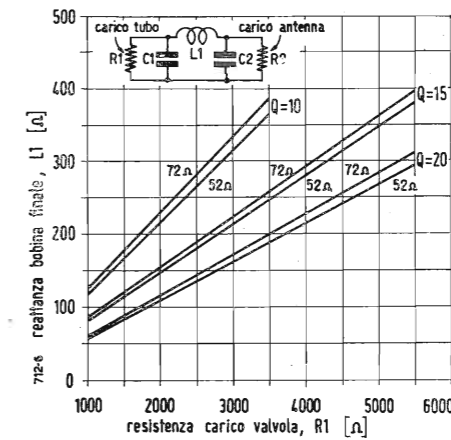
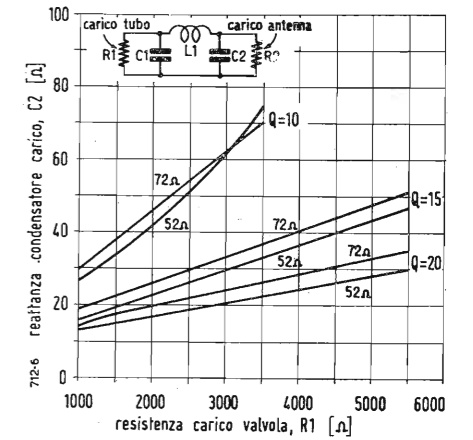
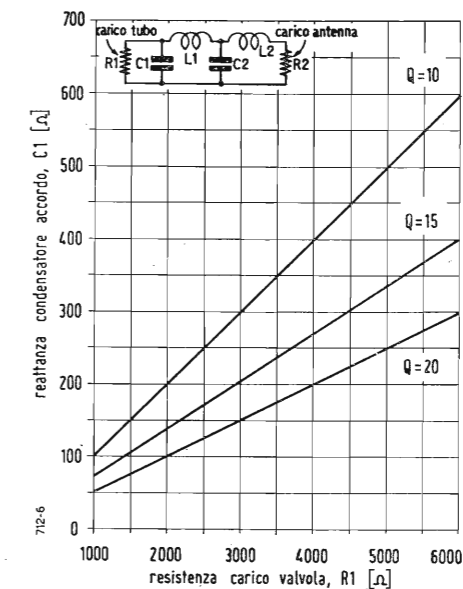

Fig. 1 - Reattanza della bobina L_1 in funzione della resistenza di carico della valvola R_1 (per circuiti a P).
Fig. 2 - Reattanza del condensatore C_2 in funzione della resistenza di carico della valvola R_1 (per circuiti a P).
Fig. 3 - Reattanza del condensatore C_1 in funzione della resistenza di carico della valvola R_1 (per circuiti a P e a PL).
5) Determinare la resistenza di carico dell'antenna. Questi grafici sono stati tracciati per carichi di 52 o 72 Ω essendo di questo valore l'impedenza dei cavi coassiali che generalmente si usano. Stabilito quanto sopra si potrà ricavare la reattanza della bobina del circuito finale dal grafico di fig. 1, la reattanza del condensatore di carico C_2 dalla fig. 2 e la reattanza del condensatore d'accordo C_1 dalla fig. 3. Queste reattanze possono essere convertite in induttanza e capacità alla frequenza di funzionamento desiderata usando i grafici per la reattanza del
Usando la fig. 1 troviamo che la verticale da $R_1 = 1500 \Omega$ interseca la linea di 52Ω ($Q = 15$) a 112Ω . Così la reattanza di L_1 sarà uguale a 112Ω . Usando la fig. 2 troviamo che la verticale da $R_1 = 1500 \Omega$ interseca la linea di 52Ω ($Q = 15$) a 19Ω . Diremo così che la reattanza di C_2 sarà di 19Ω . Con la fig. 3 si vedrà che la verticale di $R_1 = 1500 \Omega$ intersecherà la linea del $Q = 15$ a 100Ω . La reattanza di C_1 sarà perciò 100Ω . Applicando le formule della reattanza ai valori qui trovati e per una frequenza di $3,5 \text{ MHz}$ avremo: